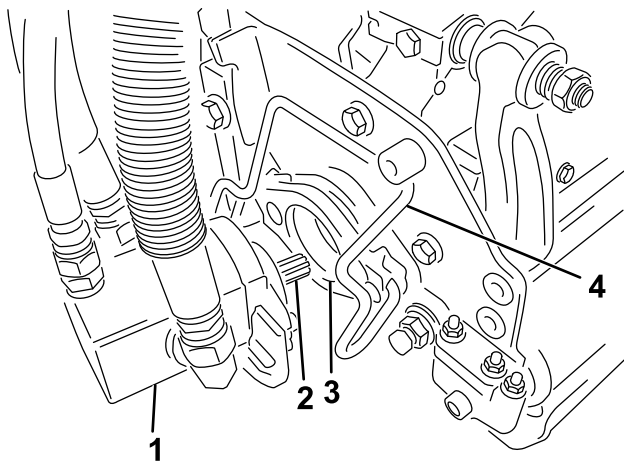

Figura 35
5. Revista o veio estriado do motor da unidade de corte com massa lubrificante limpa (Figura 35).
6. Insira o motor no lado esquerdo da unidade de corte (visto da posição do operador) e empurre a barra de retenção do motor na unidade de corte na direção do motor até ouvir um “clique” de ambos os lados do motor (Figura 35).